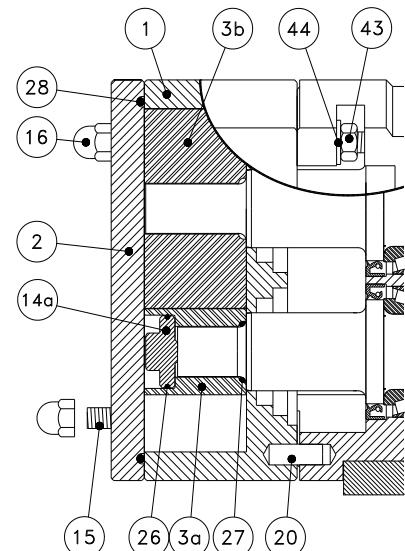

Figure 4.4.1
Desserrer les **goujons** (pièce 43 sur la figure 4.4.1). Retirer le **boîtier de rotor** en tirant par les orifices ou en tapant doucement avec un maillet en caoutchouc. Ne pas balancer le **boîtier du rotor** d'avant en arrière de manière excessive. Les joints pourraient céder. Les **bagues de maintien du joint**, les **boulons**, les **faces de joint stationnaire** et les **joints toriques stationnaires** doivent tous sortir avec le **boîtier du rotor**. Dévisser les **boulons** pour retirer les **bagues de maintien du joint**, les **faces de joint stationnaire** et les **joints toriques stationnaires**. Glisser les **faces de joint rotatif** et les **joints toriques rotatifs** en dehors des arbres. Pour éviter tout dégât, manipuler et stocker les **faces de joint stationnaire** et les **faces de joint rotatif** libres pour que les surfaces rodées pour l'étanchéité ne soient pas rayées. S'ils ne sont pas remplacés, les **colliers de l'entraînement** doivent rester sur les arbres. Sinon desserrer le jeu de vi et les glisser hors des arbres. Les séries UNIBLOC-PD 500 peuvent utiliser des bagues d'usure, voir le schéma dans la section 4.4.4.1.
Retirer les **joints toriques d'arbre** (pièce 27 sur la figure 4.4.1) situés derrière les dentelures de l'arbre. Utiliser deux longs tournevis plats avec une angle de 180 ° pour sortir la **chemise d'arbre** hors du **boîtier du rotor**. Utiliser une lame de rasoir ou un tournevis plat très fin pour retirer la **face du joint rotatif** de la **chemise d'arbre**. Retirer la **face du joint stationnaire** de la **bague de maintien du joint** à la main.
Placer le **joint torique rotatif** sur le côté intensifié de la **face du joint rotatif** et lubrifier. Lors de l'alignement des logements de goupilles de la **face du joint rotatif** avec les goupilles de la chemise d'arbre, presser manuellement la **face du joint rotatif** dans la **chemise d'arbre** jusqu'à son emmanchement complet. Lubrifier le **joint torique** situé dans le diamètre intérieur de la **chemise d'arbre**. Aligner les logements de goupilles de la **chemise d'arbre** avec les goupilles de l'arbre (pièce 90 sur la figure 4.4.1), presser manuellement la chemise d'arbre (avec le joint rotatif installé) uniformément jusqu'à son emmanchement et que l'on puisse sentir la tension du ressort. La tension du ressort sera réglée par l'installation du rotor à l'arbre.
Débrancher la tuyauterie des **boîtiers de rinçage**. Desserrer le jeu de vis du **collier d' entraînement** en insérant une clé allen dans les trous du boîtier. Desserrer les écrous-goujons (pièce 43 sur la figure 4.4.1). Retirer le boîtier du rotor (pièce 1 sur la figure 4.4.1) en tirant par les orifices ou en tapant doucement avec un maillet en caoutchouc. Le laisser avec la cavité orientée vers le bas pour que les joints soient orientés vers le haut. Ne pas basculer le boîtier d'avant en arrière de manière excessive ou ne pas le laisser entrer en contact avec les cannelures de l'arbre. Les joints pourraient céder. L'ensemble des joints, attachés aux boîtiers de rinçage, devrait sortir du boîtier du rotor. Dévisser les **boulons** pour retirer les **boîtiers de rinçage**, les **faces de joint stationnaire (secondaire)**, les **joints toriques du boîtier de rinçage et stationnaires (secondaire)**. Les composants restants du joint peuvent maintenant être retirés. Pour éviter tout dégât, manipuler et stocker les faces de joints dévissées pour éviter de rayer les surfaces rodées du joint. Retirer les **faces du joint stationnaire (primaire)** en les tirant hors des alésages du joint de boîtier du rotor. Retirer les **faces de joint stationnaire (secondaire)** eb les poussant hors des **boîtiers de rinçage**.
Desserrer les écrous-goujons (pièce 43 sur la figure 4.4.1). Retirer le boîtier du rotor (pièce 1 sur la figure 4.4.1) en tirant sur les orifices ou en tapant doucement avec un maillet en caoutchouc. Le joint entier avec tout ses composants sortira attaché au boîtier de rotor. Retirer les **boulons** et les **anneaux de maintien du joint**. Tirer les **cartouches de joint doucle O-Lip** en dehors des alésages du boîtier de rotor. Si un manchon optionnel est utilisé, il sera retiré avec la cartouche.
Si un système de rinçage abordé dans la section 3.3 est utilisé, le débrancher des boitiers de rinçage (41). Desserrer les écrousgoujons (pièce 43 sur la figure 4.4.1). Retirer le **boîtier de rotor** en tirant par les orifices ou en tapant doucement avec un maillet en caoutchouc. Toutes les pièces du joints sortiront du boîtier. Retirer les boitiers de rinçage (41) en dévissant les boulons (32). Les joints toriques (40a, 40b, 40c) peuvent être maintenant retirés.